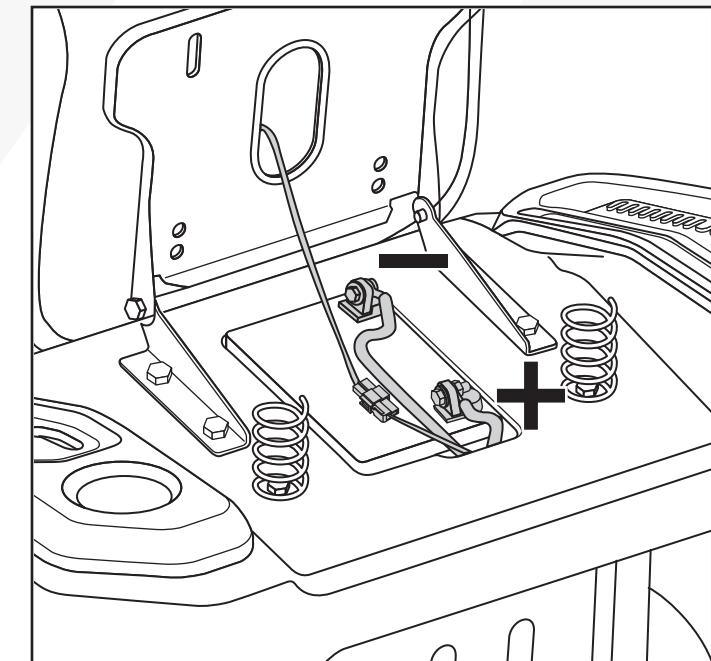

Fig. 8
1. Conecte el cable positivo (rojo) al terminal positivo de la batería utilizando el tornillo y la tuerca con un par de 2-4. (Fig. 8)
2. Conecte el cable negativo (negro) al terminal negativo de la batería utilizando el tornillo y la tuerca con un par de 2-4. (Fig. 8)